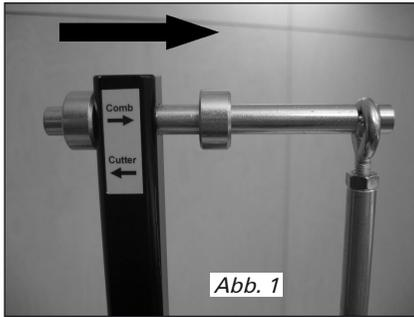
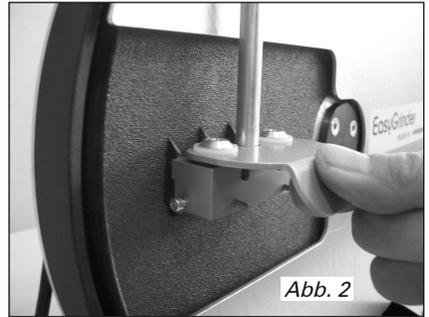
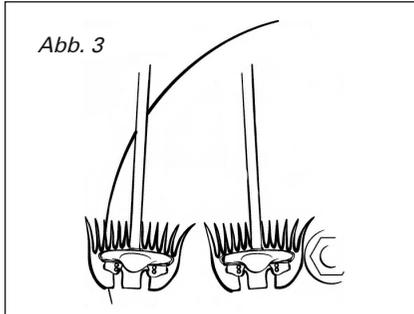

Abb. 1
Abb. 2
Abb. 3
### 6.1 Schleifen von Kammlatten (Abb. 1 - 4)
Die Schleifmaschine muss ausgeschaltet sein. Hängen Sie den Schleifpendel mit aufgesetzter Kammlatte an den Galgen. Verschieben Sie den Galgen weg von der Schleifscheibe gemäss Markierung «Comb» (Abb. 1). Bewegen Sie den Schleifpendel in Richtung Schleifscheibe bis der Kamm auf der Scheibe aufliegt. Die Einstellung ist korrekt, wenn die Kammlattenferse die Schleifscheibe zuerst berührt und zwischen dem Kopf der Kammlatte und der Schleifscheibe, ein Abstand von 1.5 mm (Dicke Streichholz) ist (Abb. 2).
Halten Sie das Schleifpendel mit dem Zeigefinger direkt unter Ihrem Daumen fest und drücken Sie die Kammlatte auf die rotierende Schleifscheibe. Bewegen Sie die Kammlatte sofort in einer gleichmässigen Bewegung, ungefähr 2 bis 3 mal hin und her. Achten Sie dabei auf einen gleichmässigen und festen Druck (Abb. 2). Bewegen Sie dabei die Kammlatte soweit über den äusseren Rand der Schleifscheibe, bis 3 Zähne der Kammlatte über den Scheibenrand hinausragen. Führen Sie dann die Kammlatte in einer gleichmässigen Bewegung, ohne einseitig zu drücken, wieder zurück in Richtung Motorwelle, bis die Kammlatte den Befestigungsflansch berührt (Abb. 3). Zum abschliessen des Schleifvorganges (wenn das Messer scharf ist) bewegen Sie die Kammlatte nun soweit zum Aussenrand der Scheibe, dass die Kammlatte gerade noch mit allen Zähnen aufliegt. Beenden Sie den Schleifvorgang mit einem etwas stärkeren, aber immer noch gleichmässigen Druck, und ziehen die Kammlatte in einer geraden Rückwärtsbewegung zügig von der Schleifscheibe weg.
- Ziehen Sie immer 3 Zähne der Kammlatte über den Scheibenrand hinaus (Abb. 3)